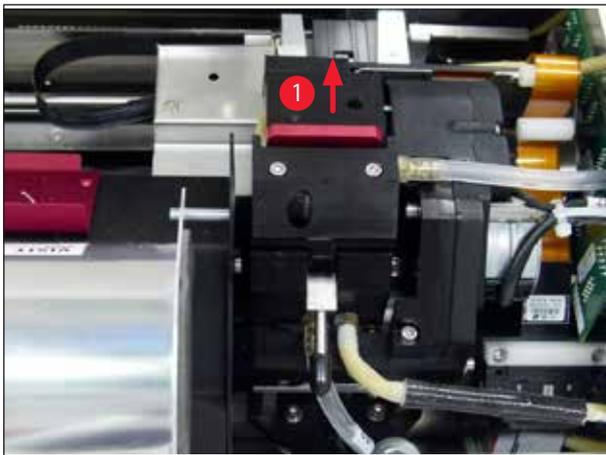

图 52
2. 打印头 (→ "图 52-1") 向上移动到距离密封缘 (→ "图 52") 大约 1 cm 的位置。